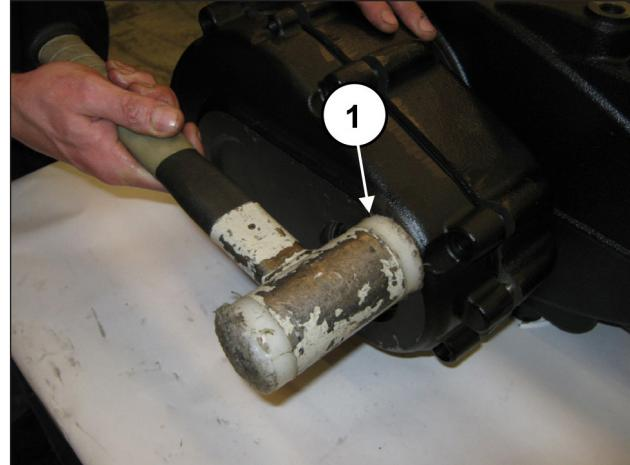
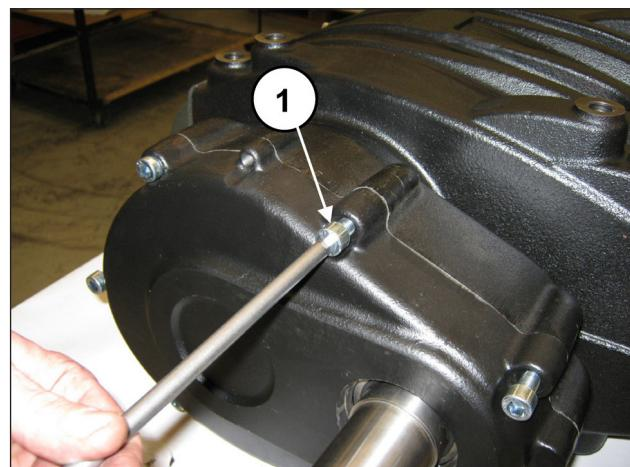

Fig. 89
Fig. 90
Montar la tapa del reductor con una herramienta de percusión (pos. ①, Fig. 89) y fijarla con 7 tornillos M10x40 (pos. ①, Fig. 90).